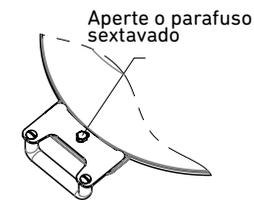

figura 3
2. Com uma chave adequada aperte o parafuso sextavado. Certifique-se que as alças estão firmemente presas à caçarola. (figura 3)